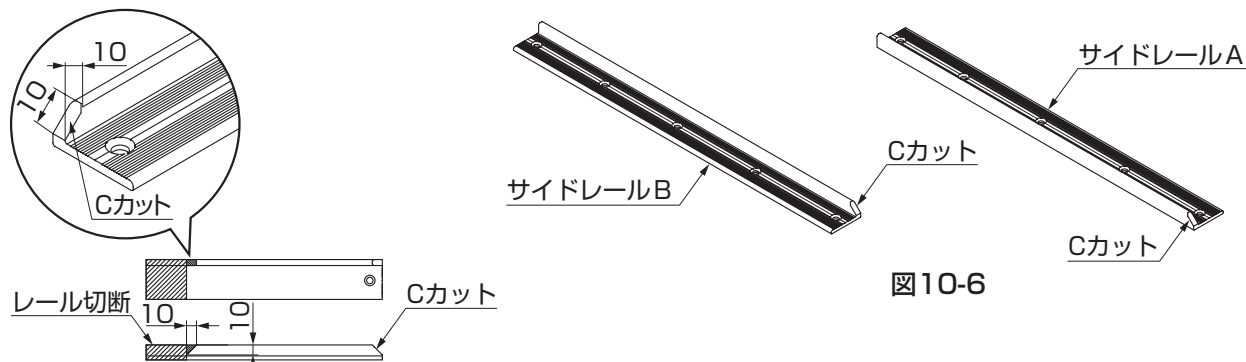

図10-6
- ① サイドレールにはCカットを片側のみ加工しています。(図10-6参照)